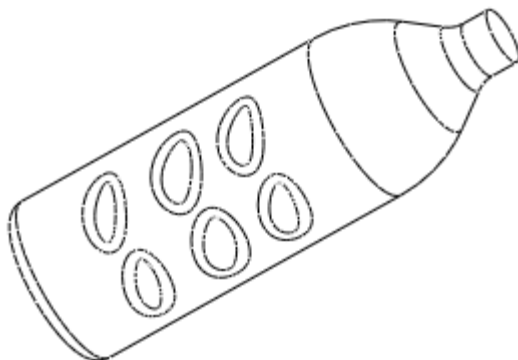

图 3-216
- (4) 单击【选取特征】菜单中的【完成】选项，单击【移动特征】菜单中的【旋转】→【曲线/边/轴】选项。
- (5) 选择基准轴线 A_2 为旋转参照，单击【方向】菜单中的【正向】，在消息输入窗口输入旋转角度 60.1。
- (6) 单击【完成移动】→【完成】，单击鼠标中键完成特征的复制，如图 3-216 所示。